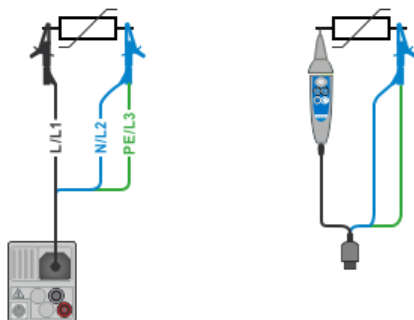
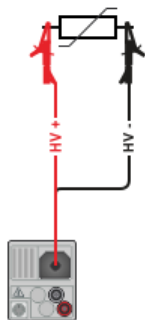

Abbildung 7.16: Anschluss der 3-adrigen Prüfleitung ($U_N \leq 1 \text{ kV}$)
Abbildung 7.17: Anschluss der 2,5 kV Prüfleitung (Messbereich: 2500 V)
- › Schließen Sie die Prüfleitungen am Prüfling an (siehe **Abbildung 7.16** und **Abbildung 7.17**).